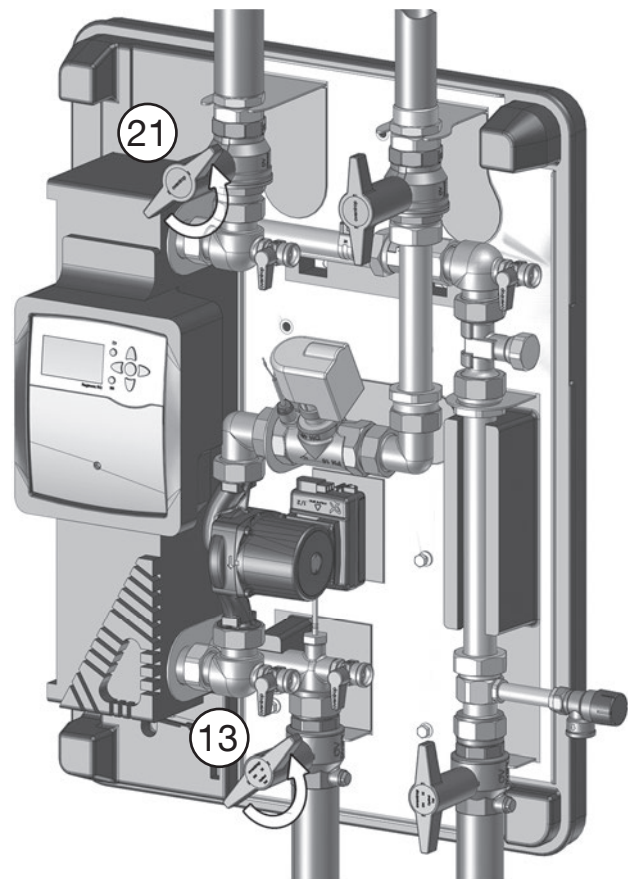

fig. 5.12: Abra las válvulas de bola de corte (13) (ACS) y (21) (retorno del circuito del acumulador)
17. Abra las válvulas de bola de corte (13 y 21) (fig. 5.12).